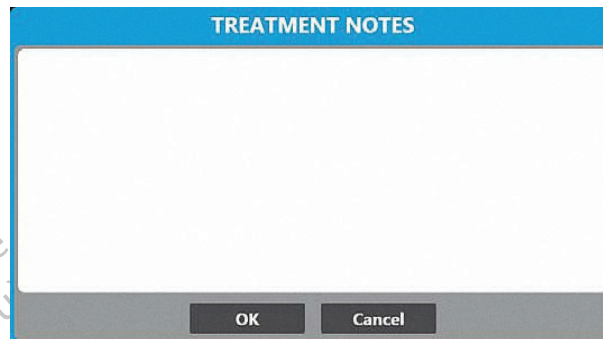

Figura 13. Ventana Treatment Notes (Notas del tratamiento)
- Presione el botón **Treatment Notes** (Notas del tratamiento) en la pantalla Therapy (Terapia) para añadir observaciones y otra información relevante al archivo de tratamiento (Figura 13).